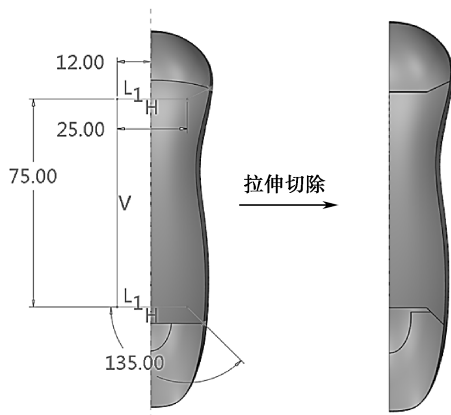

图 7-149 曲面修剪截面
(5) 单击【模型】→ 按钮, 弹出【拉伸】操控面板。在操控面板上, 选择【拉伸为曲面】。单击【放置】→【定义】, 选择绘图区中的 FRONT 平面作为草绘平面, RIGHT 平面作为参照平面, 参考方向为左。绘制如图 7-149 所示截面。完成后单击【确定】。选择  同时点选边界混合 4 曲面进行剪切, 得到曲面。